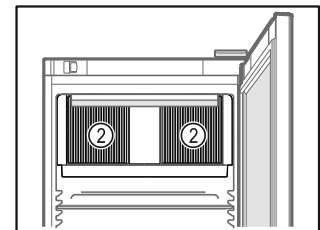

Fig. 61
- Lüftungsschlitze Fig. 61 (2) des Umluftgebläses im Innenraum freihalten.